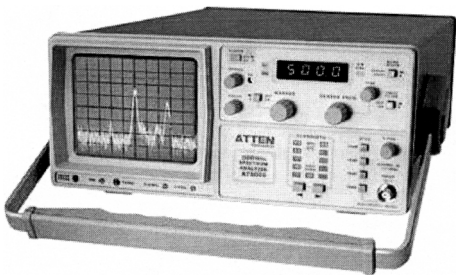

图 10-7 频谱仪外形
- (1) 用频谱仪观察遥控器的射频波形 将频谱仪的接收天线靠近接收器，给防盗系统（或接收器）加电，在 200 ~ 400MHz 频段内应观察到波浪状（调容式）或倒“V”状（调感式）的频谱波形，如图 10-7 所示。如频谱仪屏幕上无任何反应，说明接收器电路有故障。